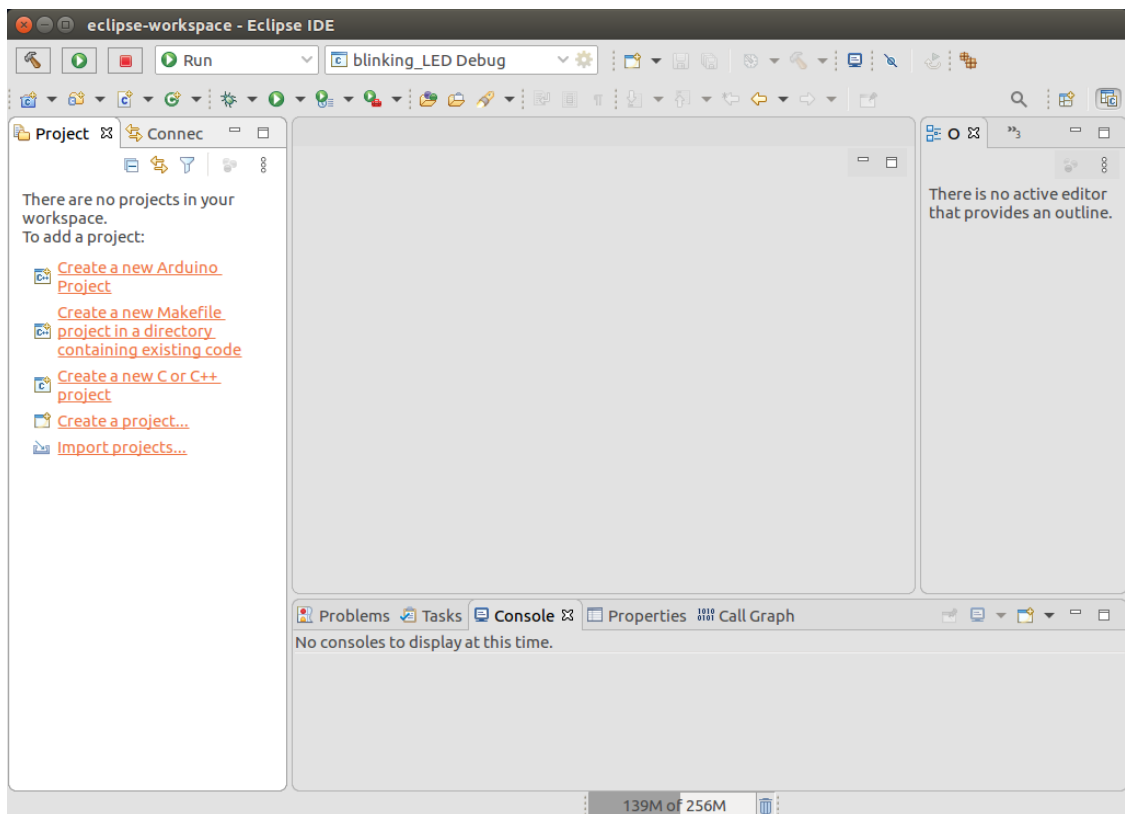

图4.3.5 进入 Eclipse 界面
5. 点击 Welcome 处的叉号，关闭 Welcome 界面，如图 4.3.5 所示。